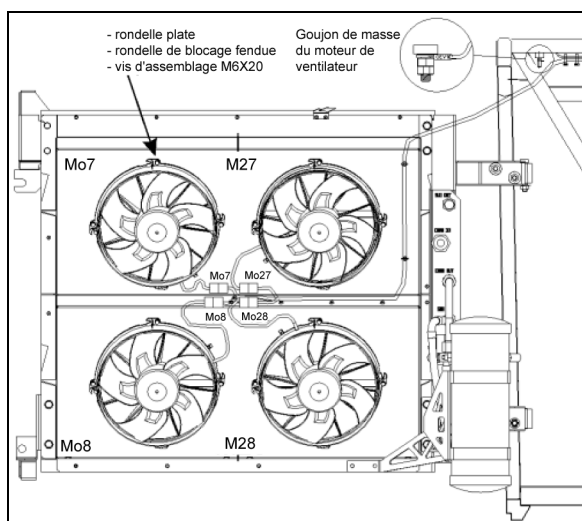

FIGURE 48 : VENTILATEURS DU CONDENSEUR
2. Débrancher le connecteur de faisceaux du ventilateur (Figure 48)